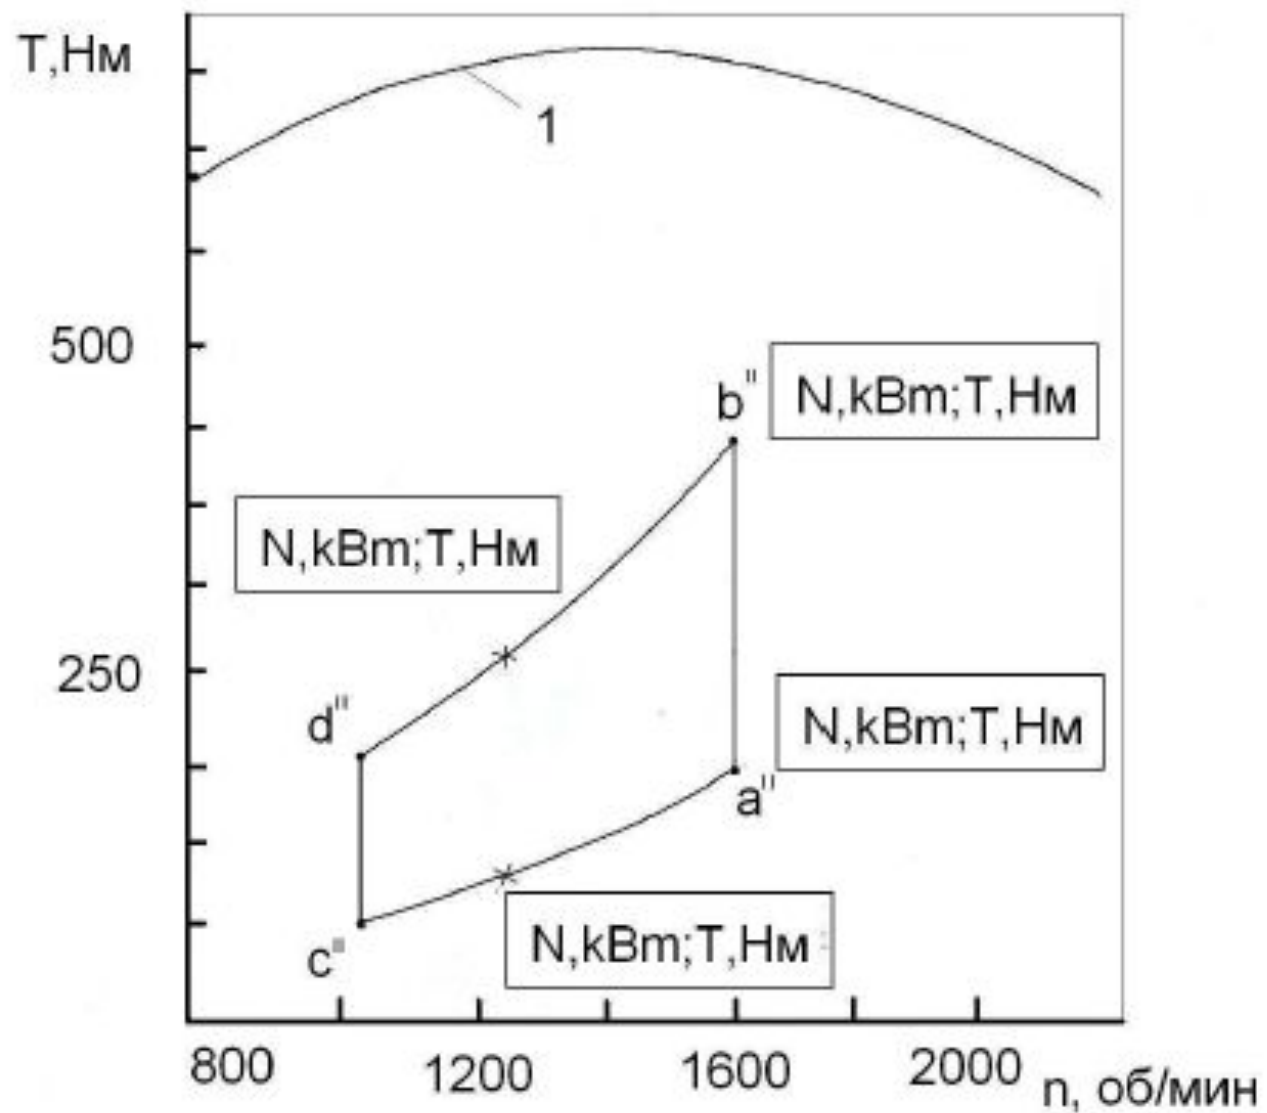

РИС.2
Изолнии удельных расходов топлива q_e г/кВт·ч и выбросы окислов азота $C =$ г/кг сгоревшего топлива представлены на рис.3 и 4 в поле, характеризуемом зависимостью крутящего момента, развиваемого двигателем T , Нм от частоты вращения его коленчатого вала, n об/мин (кривая 1 на рис.2 и 3). Поэтому решение поставленной задачи должно осуществляться в такой последовательности.
2.3. Построить характеристику $T = f(n)$, как показано на рис.2. На этом рисунке по вычисленным значениям T и величинам n указать точки a'' , b'' , c''